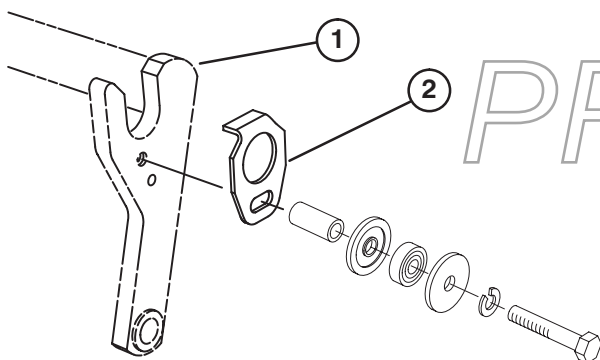
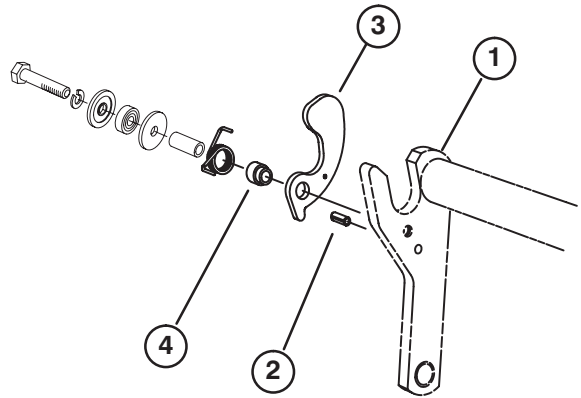
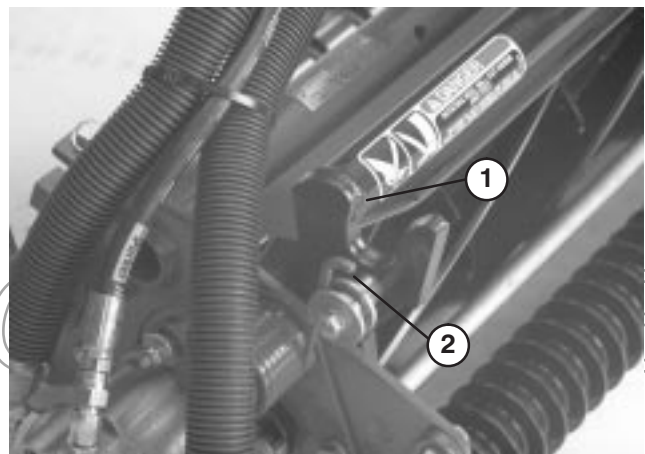

Figura 6
Figura 7
Figura 8
4. Monte una guía de recogehierbas (Fig. 6) en el lado correspondiente de cada bastidor de tiro (ver Figura 7) con un tornillo de caperuza (5/16 x 1-3/4 pulgada), arandela plana, y arandela de freno o los herrajes anteriormente retirados, según muestra la Figura 6.
6. En el mismo lado del bastidor de tiro que el pasador cilíndrico, monte un soporte de recogehierbas con un tornillo de caperuza (5/16 x 1-3/4 pulgadas), una arandela de freno, una arandela plana, un muelle de torsión, un collar de recogehierbas, o los herrajes anteriormente retirados, según muestra la Figura 7. Los muelles de torsión son diferentes para los lados izquierdo y derecho de los bastidores de tiro. Hay dos muelles a izquierda y 3 a derecha. La pata más larga del muelle debe estar hacia adelante, según muestra la Figura 8.